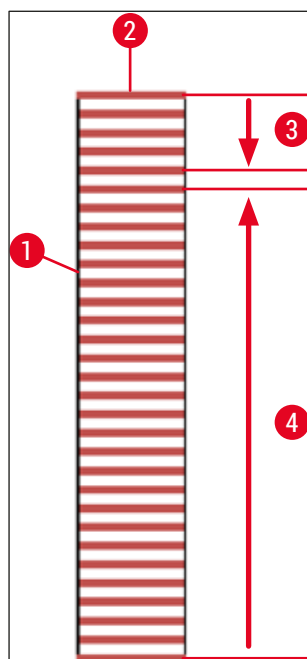

Fig. 74
Pentru a preveni deshidratarea lamelelor în timpul procesării, primele 5 lame sunt întotdeauna protejate primele prin aplicarea de lamele. Apoi stativul se deplasează în sus și continuă aplicarea de lamele cu ultima lamă din stativ (→ Fig. 74).
- Afișarea schematică (→ Fig. 74) a unui stativ (→ Fig. 74-1) cu lame introduse (→ Fig. 74-2) arată secvența în timpul procesării.